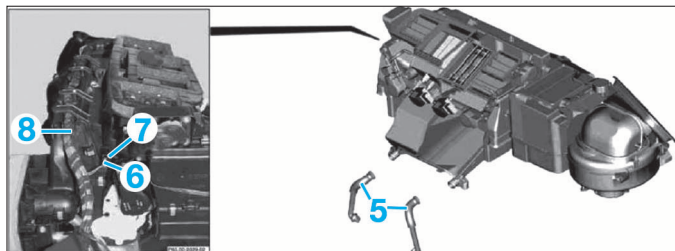

FIG. 8
- Déposer les conduits d'écoulement d'eau (5) (Fig.8).
- Débrancher le connecteur (6) de la sonde de température d'évaporateur (7).
- Débrancher le connecteur du faisceau (8).